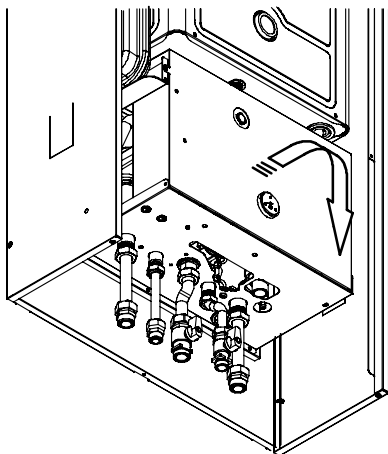

Figura 9.2
- Ribaltare in avanti il pannello comandi Figura 9.2